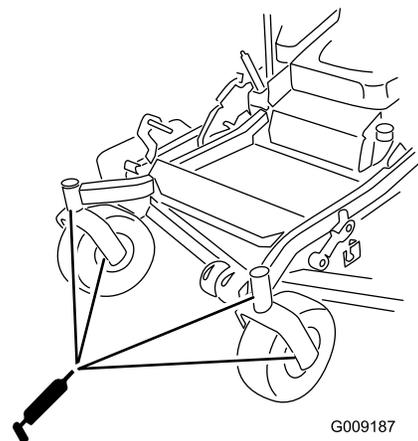

Figura 43
10. Instale el tapón hexagonal y la tapa (Figura 43).